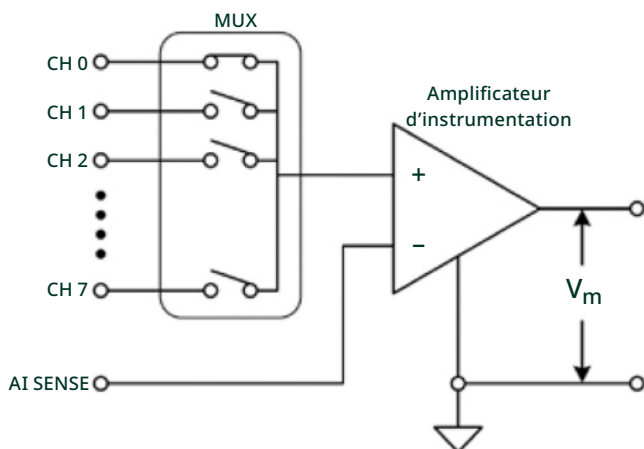

Figure 40. Le canal de référence commun d'un instrument NRSE est la tension fournie à la borne négative de l'amplificateur d'instrumentation.
- **Puis, les instruments NRSE.** Ces instruments disposent également d'un canal de référence commun, mais ce dernier est la tension fournie à la borne négative de l'amplificateur d'instrumentation. Dans l'exemple NRSE illustré à la Figure 40, la référence commune est la ligne AI SENSE (entrée analogique SENSE). Par conséquent, la tension mesurée est la différence de potentiel entre le canal X et la tension présente sur le canal AI SENSE.